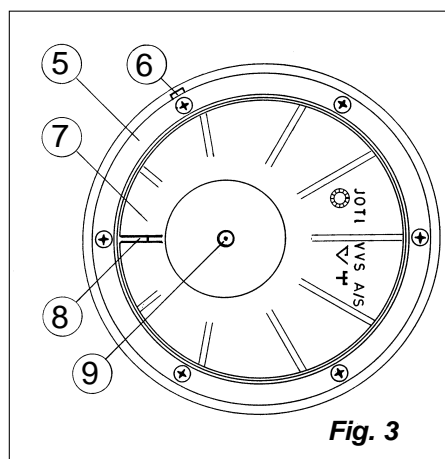

Fig. 3
- Varm belegget godt. Press klemringen (5) ned i sluket. Se fig. 3 hvordan ringen skal monteres.
- Trykk risten på plass. Tappen på siden av risten skal ligge i firkantuttaket (6) i klemringens topp.
Vær nøye med at vannlåstrakten med gummiring kommer riktig på plass. Fukt gummiringen med vann, plassér trakten som vist på fig. 3 med ribben rett mot bakre skrue og trykk ned – først i bakkant deretter rundt – til det stopper.